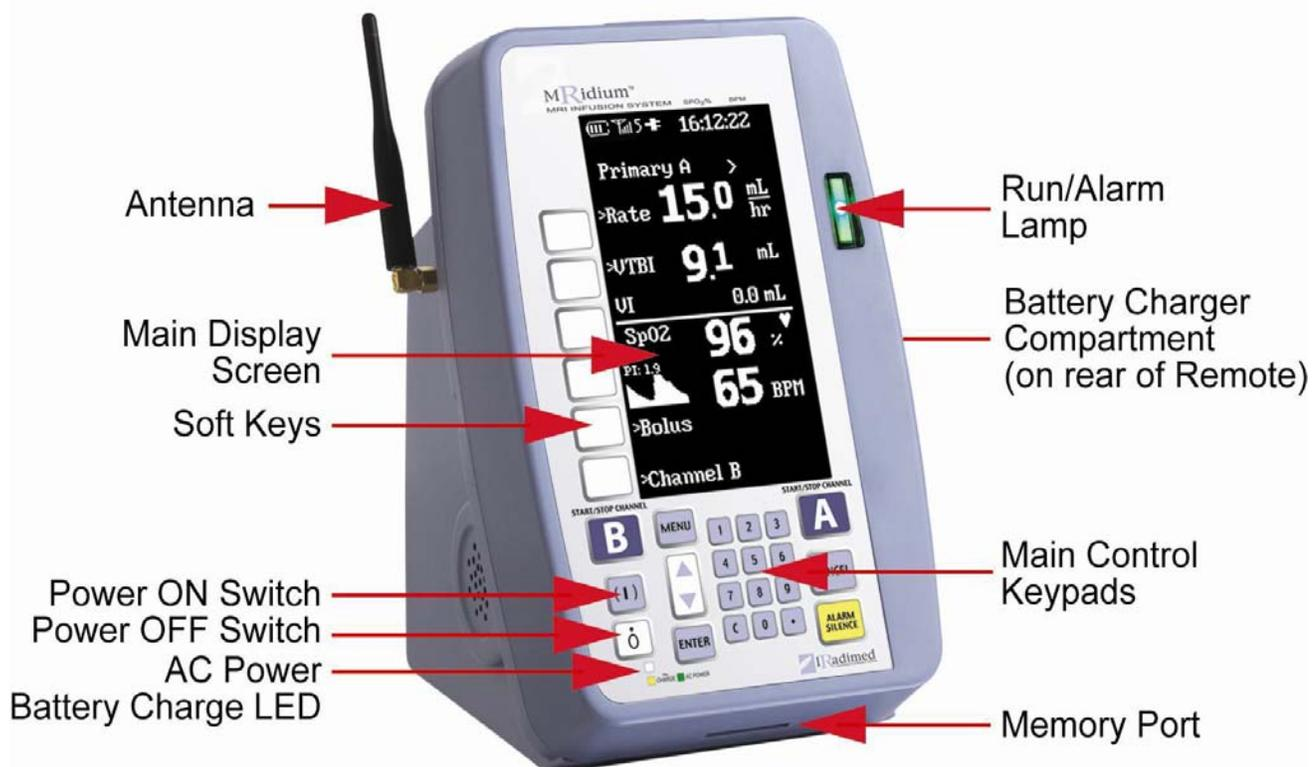

Figura 1-5. Parte anteriore del Caricatore/Display remoto 3865
1.1.5 Parte anteriore del Caricatore/Display remoto. Vedere la Figura 1-5 per la posizione dei componenti principali presenti nella parte anteriore del Caricatore/Display remoto 3865.